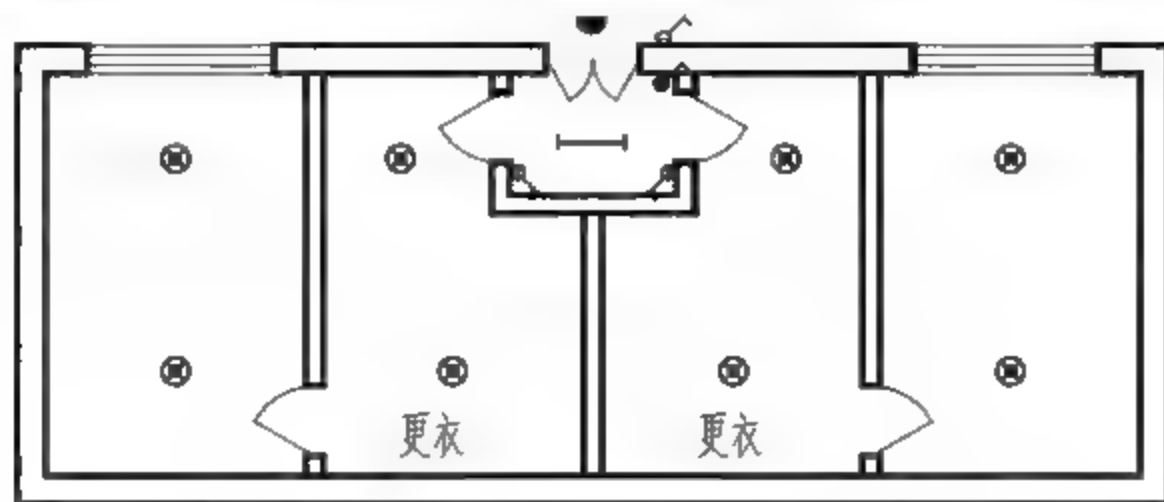

图7-92 操作效果
(4) 按Enter键，重复执行I【插入】命令，继续插入电气元件，如图7-92所示。